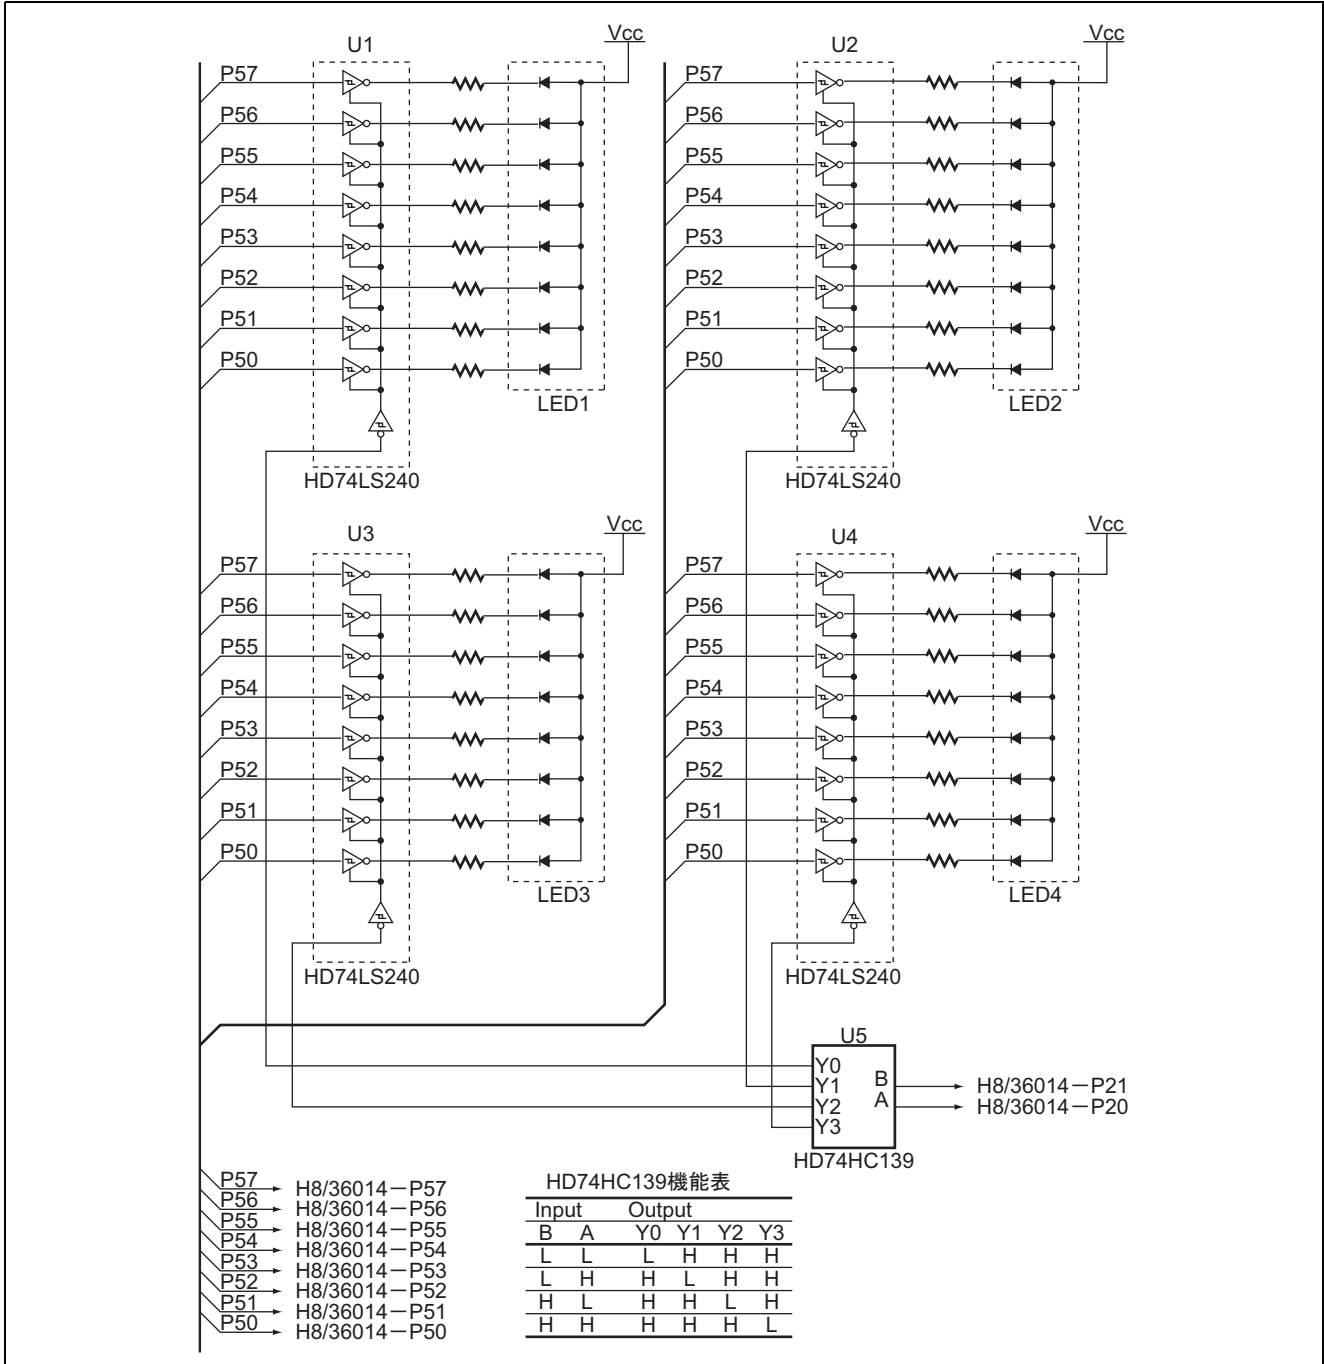

図 1.3 7セグメント LED 制御方法
9. 本タスク例では、7セグメント LED を表示させるためにポート出力を 3 ステート出力インバータドライバ (HD74LS240) に入力して、ドライバの出力を 7セグメント LED のカソードに接続しています。また 4 個の 7セグメント LED を表示させるためのポートはすべての 7セグメント LED に接続されており、7セグメント LED の表示切り替えは、3 ステートインバータドライバのイネーブル端子により制御しています。また、7セグメント LED の表示切り替えを行うための信号生成は、2-to-4-line デコーダ (HD74HC139) を使用して、2 本のポート出力により制御します。図 1.3 に 7セグメント LED 制御方法について示します。